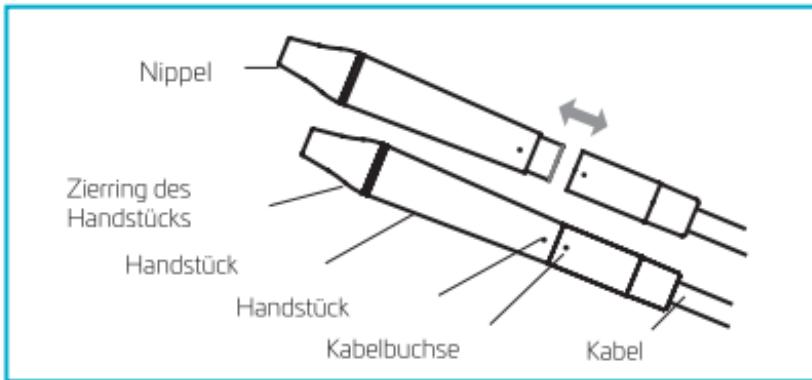

Abbildung 1
- Vergewissern Sie sich, dass das Handstück ordnungsgemäß mit dem Kabel verbunden ist (**Abb. 1**).